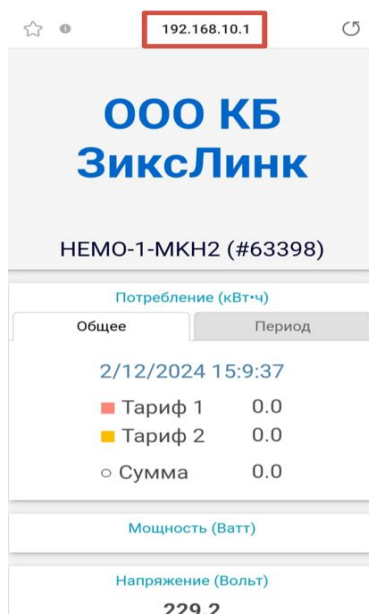

Рисунок 27
- Для подключения откройте интернет-браузер на вашем смартфоне и в адресной строке введите IP-адрес 192.168.10.1 (см. Рисунок 27). После этого на дисплее смартфона отобразятся текущие значения сети.
- Для подключения откройте интернет-браузер на вашем смартфоне и в адресной строке введите IP-адрес 192.168.10.1 (см. Рисунок 27).